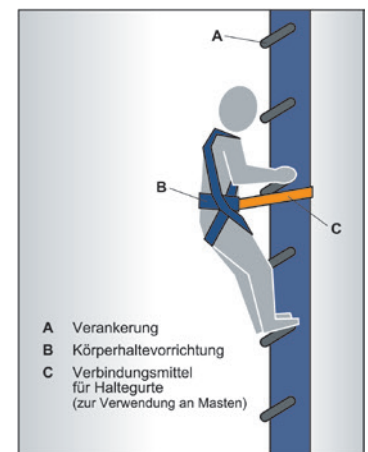

Abbildung 4: Beispiel für ein Arbeitsplatzpositionierungssystem
**Arbeitsplatzpositionierungssysteme** ermöglichen es der Person, sich am Arbeitsplatz durch das Hineinlehnen in das System und Fußkontakt zum Bauwerk zu positionieren, wodurch ein Absturz verhindert wird (siehe Abbildung 4).